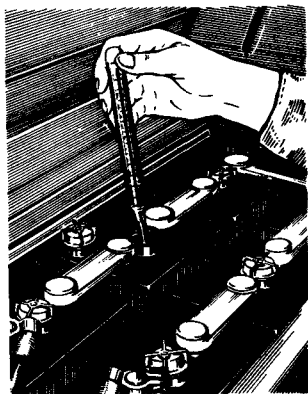

Рис. 112. Измерение температуры электролита
- а) измерьте температуру электролита в батарее (рис. 112);